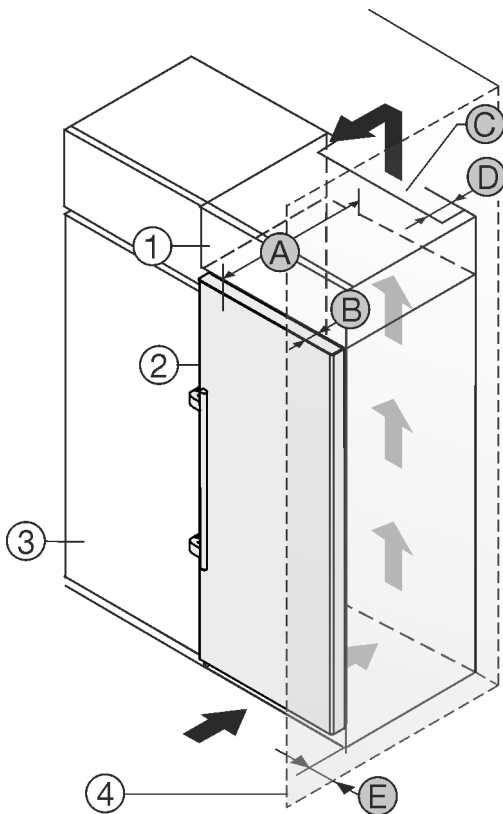

Fig. 2
- (1) Dollapi i montimit *
- (2) Pajisja *
- (3) Dollapi i kuzhinës *
- (4) Muri *
- (A) Thellësia e pajisjes *
- (B) Thellësia e derës *
- (C) Seksioni tërthor i ajrit *
- (D) Distanca nga faqja e pasme e pajisjes *
- (E) Distanca nga pjesa anësore e pajisjes *
Ju mund ta instaloni pajisjen direkt ngjitur me dollapin e kuzhinës Fig. 2 (3).*
Në faqen e pasme të dollapit së montimit duhet të ketë një hapësirë ajrimi me thellësi Fig. 2 (D) në të gjithë gjerësinë e dollapit të montimit.*
Nën mbulesën e hapësirës duhet respektuar seksioni tërthor i qarkullimit të ajrit Fig. 2 (C)*
Nëse instaloni pajisjen me mentesha pranë një muri Fig. 2 (4), atëherë duhet që distanca midis pajisjes dhe murit të jetë të paktën 57 mm . Kjo përkon me zgjatimin e dorezës kur dera është e hapur.*
Në mënyrë që dera të mund të hapet plotësisht, duhet që pajisja të dalë jashtë përpara kanatit të dollapit të kuzhinës sa thellësia e derës Fig. 2 (B). Në varësi nga thellësia e dollapëve të kuzhinës Fig. 2 (3) dhe përdorimi i ruajtësve të distancës nga muri, pajisja mund të dalë më shumë përpara dollapit.*